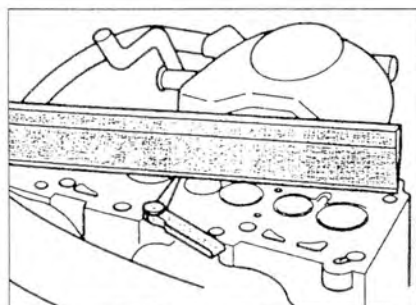

Рис. 3.16. Проверка деформации головки блока цилиндров.
1. Проверьте деформацию головки блока цилиндров (рис. 3.16). **Допустимая деформация:** 0.2 мм. Если деформация больше допустимой, головку блока цилиндров необходимо перешлифовать.